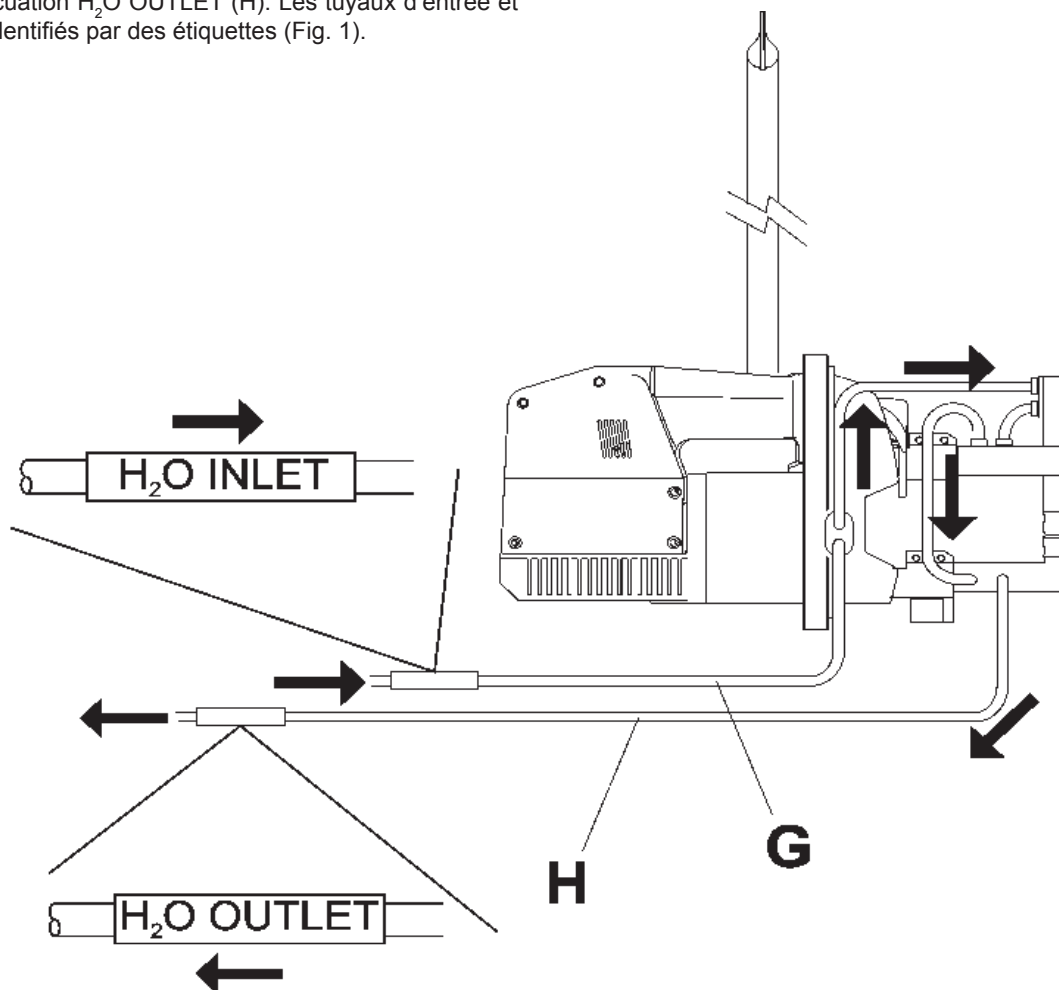

Fig. 1
Pour obtenir un bon refroidissement de la soudeuse, il faut que circulent 150 l/h d'eau à une température inférieure à 30 °C. Lors du branchement, faire attention qu'il n'y ait ni saleté ni fragment d'emballage dans les tuyaux, et raccorder l'alimentation au tuyau d'entrée H2O INLET (G) du circuit : ceci permet à l'eau froide d'arriver plus rapidement aux parties de la machine qui se réchauffent plus facilement. L'eau tiède qui vient de refroidir la soudeuse sort du tuyau d'évacuation H2O OUTLET (H). Les tuyaux d'entrée et de sortie sont identifiés par des étiquettes (Fig. 1).